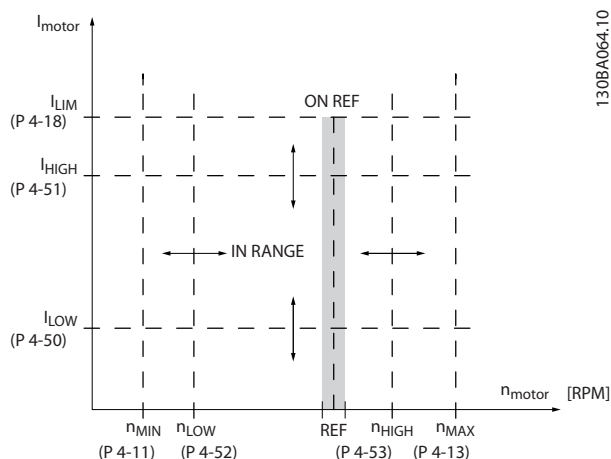

Рисунок 3.20
0.00 A* [0.00 - par. 4-51 A]	Введите значение I_{LOW} . Когда ток двигателя падает ниже этого предела (I_{LOW}), на дисплее появляется сообщение НИЗКИЙ ТОК. Сигнальные выходы могут программироваться на формирование сигнала состояния на клемме 27 или 29 и на релейном выходе 01 или 02. См. Рисунок 3.20.
Size related* [par. 4-50 - par. 16-37 A]	Введите значение I_{HIGH} . Когда ток двигателя превышает этот предел (I_{HIGH}), на дисплее появляется сообщение БОЛЬШОЙ ТОК. Сигнальные выходы могут программироваться на формирование сигнала состояния на клемме 27 или 29 и на релейном выходе 01 или 02. См. Рисунок 3.20.
Size related* [par. 4-52 - par. 4-13 RPM]	Введите значение n_{HIGH} . Когда скорость двигателя превышает этот предел (n_{HIGH}), на дисплее появляется сообщение ВЫСОКАЯ СКОРОСТЬ. Сигнальные выходы могут программироваться на формирование сигнала состояния на клемме 27 или 29 и на релейном выходе 01 или 02. Программируйте верхний предел сигнала скорости двигателя (n_{HIGH}) в пределах обычного рабочего диапазона преобразователя частоты. См. Рисунок 3.20.